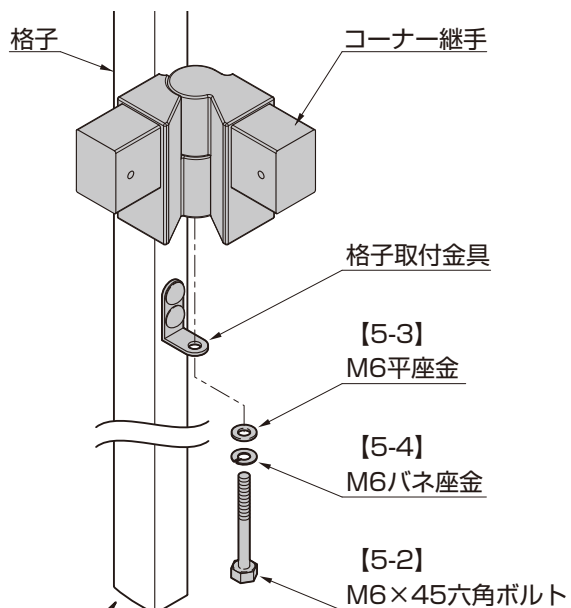

図5-1 コーナー継手と格子の取付け
- ① コーナー継手下面の、【5-2】【5-4】【5-3】をはずし、格子に付いている格子取付金具とコーナー継手を仮止めしてください。（図5-1参照）